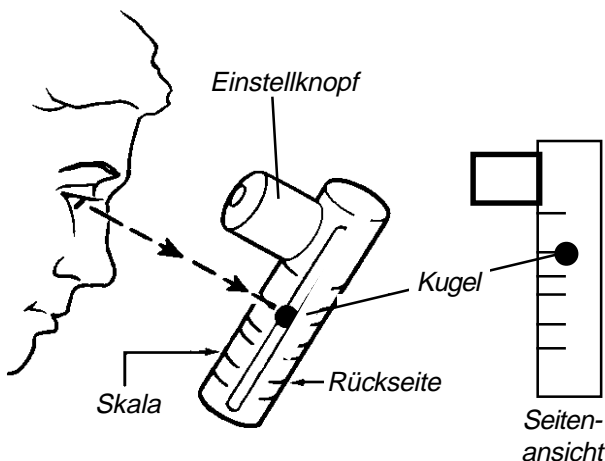

ABBILDUNG 2 - EINSTELLUNG DER DURCHFLUßRATE
5. Stellen Sie **NUN** das Zusatz-Flußmeter auf die vorgeschriebene Durchflußrate ein (**ABBILDUNG 2**).
6. Zur Gewährleistung einer korrekten Flußrate, halbieren Sie bitte die Kugel im Flußmeter mit der Linie der Durchflußskala (**ABBILDUNG 2**).